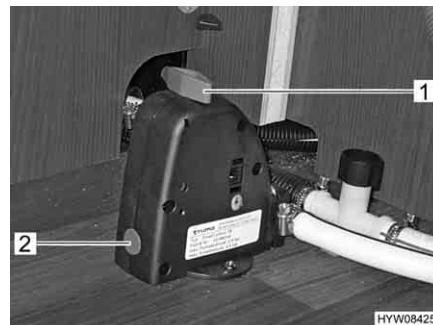

Fig. 95 Valvola di sicurezza/di scarico del boiler
Il boiler è dotato di una valvola di sicurezza/di scarico (Fig. 95). La valvola di sicurezza/di scarico impedisce che l'acqua congeli nel boiler in presenza di basse temperature esterne, quando il riscaldamento dell'autocaravan non è acceso.
- Chiudere la valvola di sicurezza/di scarico. A tal fine ruotare la manopola (Fig. 95,1) verticalmente rispetto alla valvola di sicurezza/di scarico e premere verso l'interno il bottone automatico (Fig. 95,2).
- Aprire la valvola di sicurezza/di scarico. A tal fine ruotare la manopola (Fig. 95,1) nel senso della lunghezza della valvola di sicurezza/di scarico. Il bottone automatico (Fig. 95,2) scatta all'infuori. Il boiler viene svuotato verso l'esterno tramite la valvola di sicurezza/di scarico.